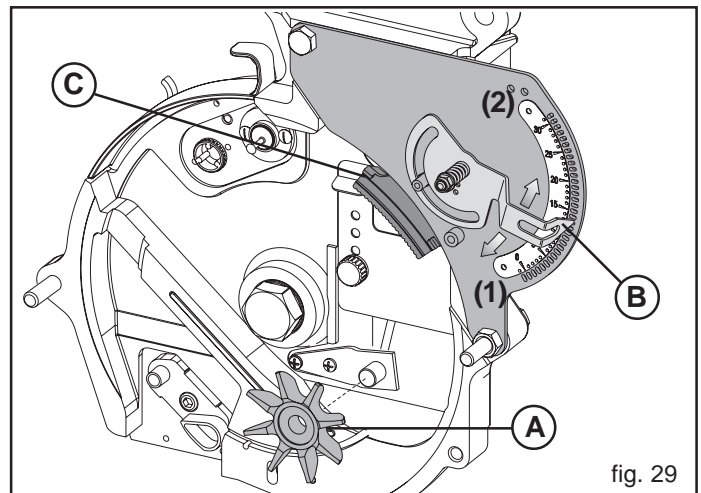

fig. 29
La Ditta Costruttrice fornisce di serie (smontato) l'agitatore semi per ogni singolo distributore (A, Fig. 29).
Spostando l'indice (B Fig. 29) si comanda un cursore (C Fig. 29) che sfiora il disco in prossimità dei fori, provocando la caduta dei semi in eccesso. Il selettore si regola ad ogni cambio di seme e di disco, verso il basso per semi piccoli (1 Fig. 29) o verso l'alto per semi grossi (2).
**IMPORTANTE:** Il selettore non regola la portata d'aria nel distributore; sostituire il cursore (C, Fig. 29) quando si cambia tipologia di semina (fila singola o doppia fila).